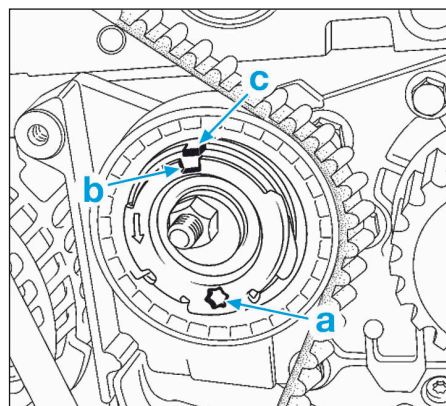

FIG.8
- A l'aide d'une clé Torx en (a), tourner l'excentrique du galet tendeur dans le sens antihoraire de façon à positionner l'index mobile (b) 10° après le repère (c) (Fig.8).